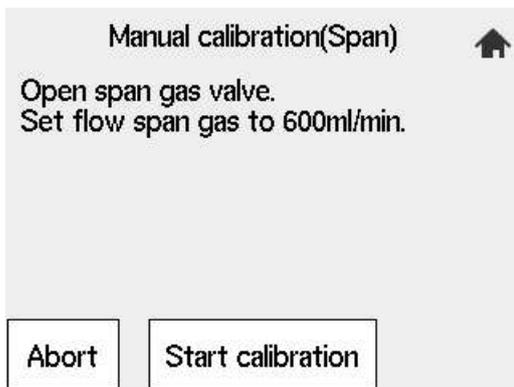

Figura 7.18 Tela do Fluxo de Gás de Calibração
- (3) Depois que a mensagem da Figura 7.18 aparecer, alimente o gás de referência para acompanhar a mensagem. Abra a válvula de ajuste de fluxo do gás de referência na unidade de ajustes de fluxo e ajuste a vazão para 600 ± 60 ml/min. Para a válvula, aperte a contraporca e gire suavemente o eixo da válvula no sentido anti-horário. Para verificar a taxa de vazão, monitore o fluxômetro do gás de calibração